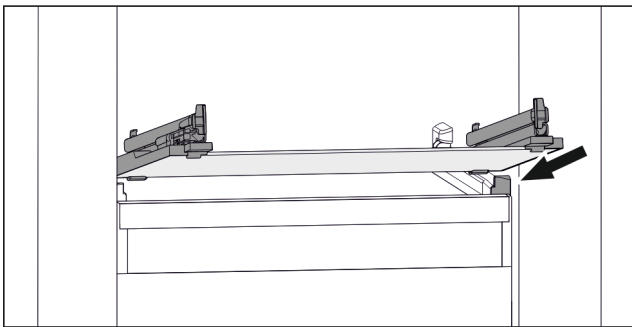

Fig. 103 Beispielhafte Darstellung der Glasplatte
- ▶ Glasplatte schräg hinter den Stoppeln aufsetzen. (zie Fig. 103)